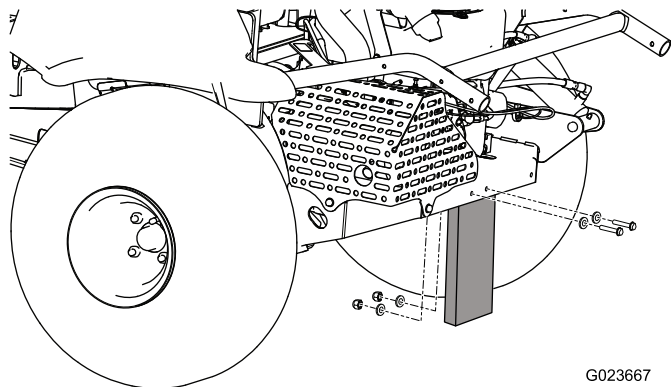

Bild 3
2. Entfernen Sie die Muttern, Schrauben und Scheiben, mit denen die Versandplatte am Heck der Maschine befestigt ist (Bild 3).